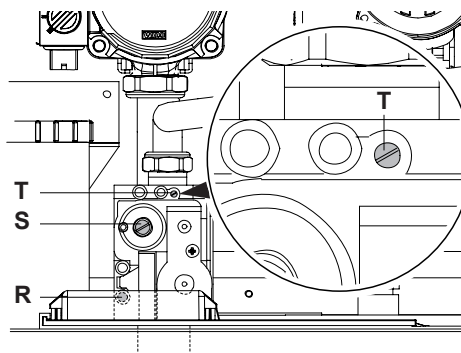

Figura 7.5
- Confrontare il valore di CO_2 letto sull'analizzatore fumi con quello nelle tabelle CO_2 a Q.min. sezione "Dati tecnici M150.34SR/..." a pagina 22 e "Dati tecnici M150.50SR/..." a pagina 24. Per tarare il CO_2 della caldaia (pressione del gas al bruciatore) svitare il tappo in ottone (S) e agire sulla vite a brugola Ø 4 mm Figura 7.5 (ruotando in senso orario il valore di CO_2 aumenta).
- Se i due dati non coincidono agire sulla vite regolazione massimo (T) in Figura 7.5 della valvola gas e tarare il CO_2 allo stesso valore riportato nelle tabelle della sezione "Dati tecnici M150.34SR/..." a pagina 22 e "Dati tecnici M150.50SR/..." a pagina 24 (ruotando in senso orario il valore di CO_2 diminuisce).